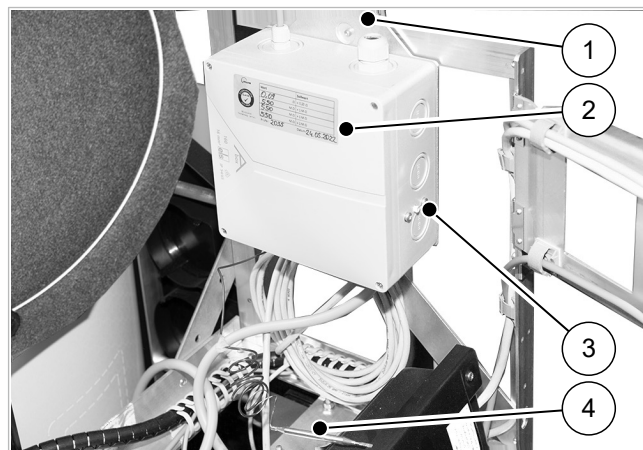

Fig. 30: Scatola di collegamento per cartuccia di riscaldamento montata
1. Inserire il limitatore di temperatura di sicurezza (4, → fig. 30) nella bussola della cartuccia di riscaldamento e fissare con il connettore a molla in dotazione.